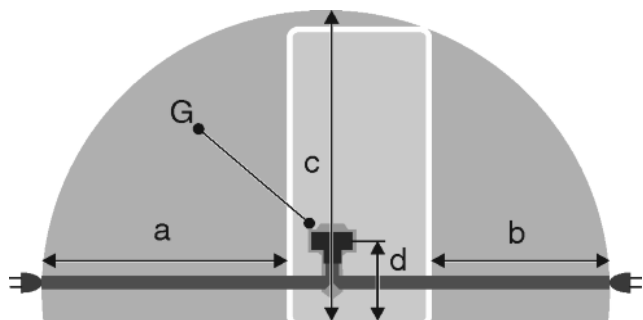

Fig. 31
- Розетка знаходиться за межами зони задньої стінки пристрою у заданому діапазоні Fig. 31 (a, b, c).
- ▶ Штекер пристрою Fig. 31 (G) вставити на задній стінці пристрою. Слід звернути увагу на належну фіксацію.